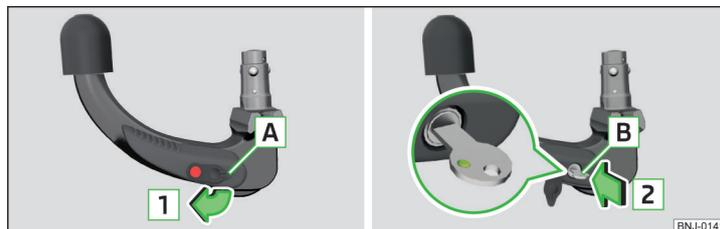

Fig. 130 Retirer le capuchon du verrou / insérer la clé dans le verrou
- Enlevez le cache **A** du verrou dans le sens de la flèche **1** » fig. 130.